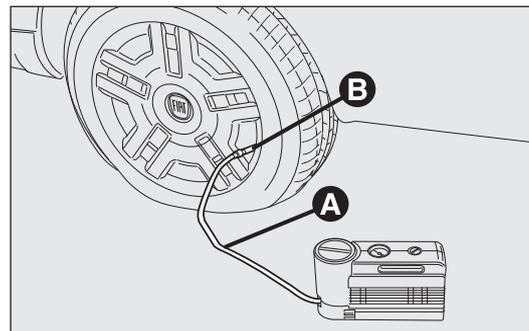

Abb. 167
- Die Handbremse anziehen. Die Ventilkappe abschrauben, den Füllschlauch herausziehen A-Abb. 167 und den Ring B auf das Reifenventil schrauben;